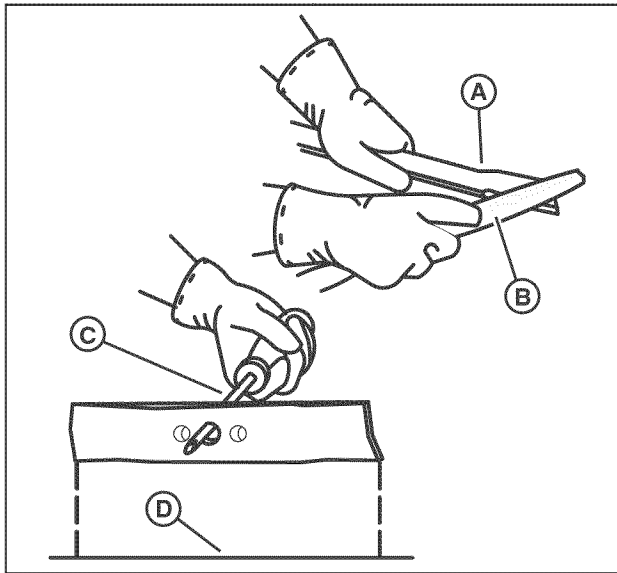

Figura 19: Afilado de la cuchilla
4. Afile la cuchilla (A, Figura 19, siguiente página) con una lima (B). Asegúrese de mantener el borde de corte biseado original (Figura 30).
5. Verifique que la cuchilla está balanceada. Utilice un destornillador (C) y sostenga la cuchilla de manera paralela al suelo (D) según se muestra. Una cuchilla que está balanceada permanecerá paralela al suelo. Si la cuchilla no está balanceada, el extremo pesado girará hacia el suelo. Afile el extremo pesado hasta que la cuchilla esté balanceada.